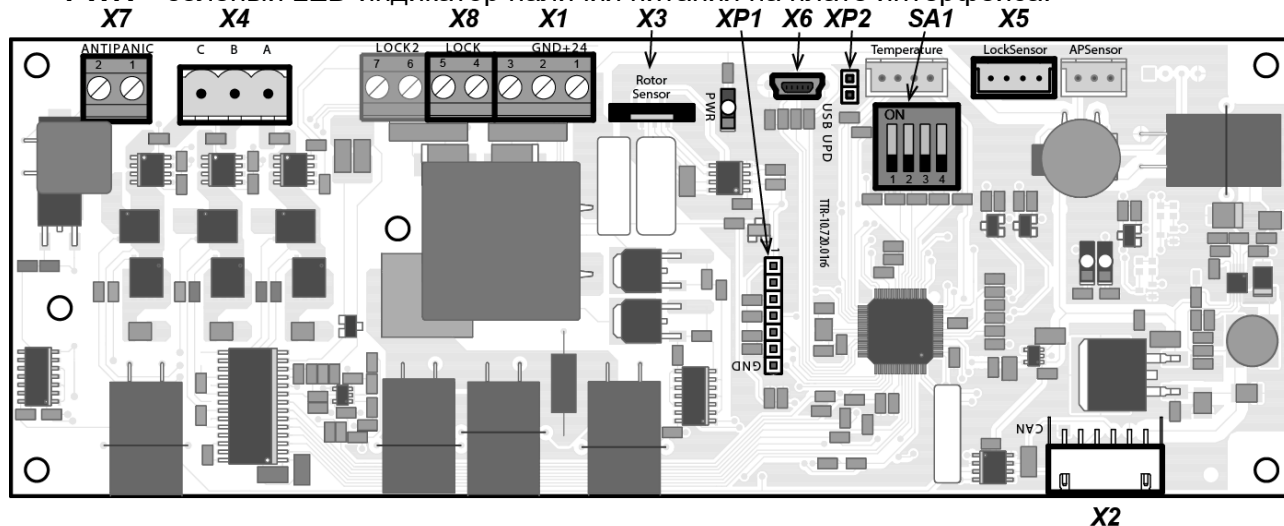

Рисунок 6. Внешний вид платы управления
К плате управления внутренней проводкой подключены все узлы механизма турникета. Также к ней внешним кабелем подключается источник питания турникета. Подключение должно соответствовать схеме электрических соединений, представленной на рис. 16. Внешний вид платы управления (11) показан на рис. 6.